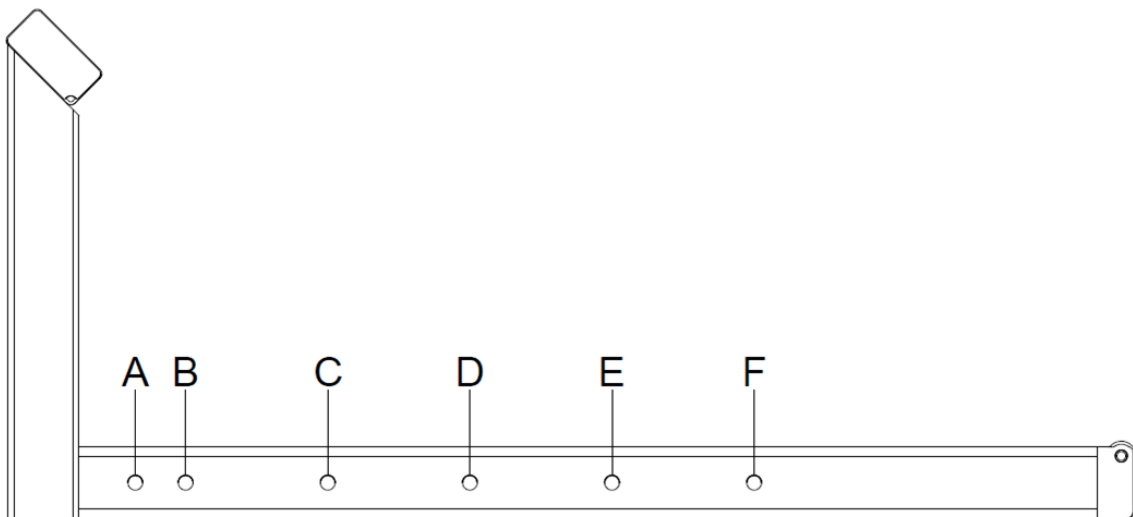

Figure 11 — Position des guide-balles
3. Remettez les goupilles et les barrures en place (voir la Figure 11 et le Tableau 8 pour connaître la position adéquate des guide-balles selon le diamètre des balles).